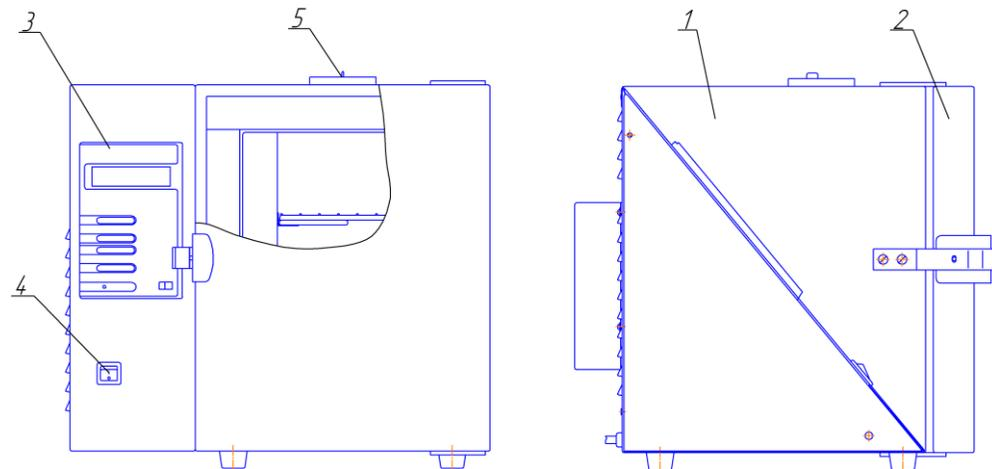
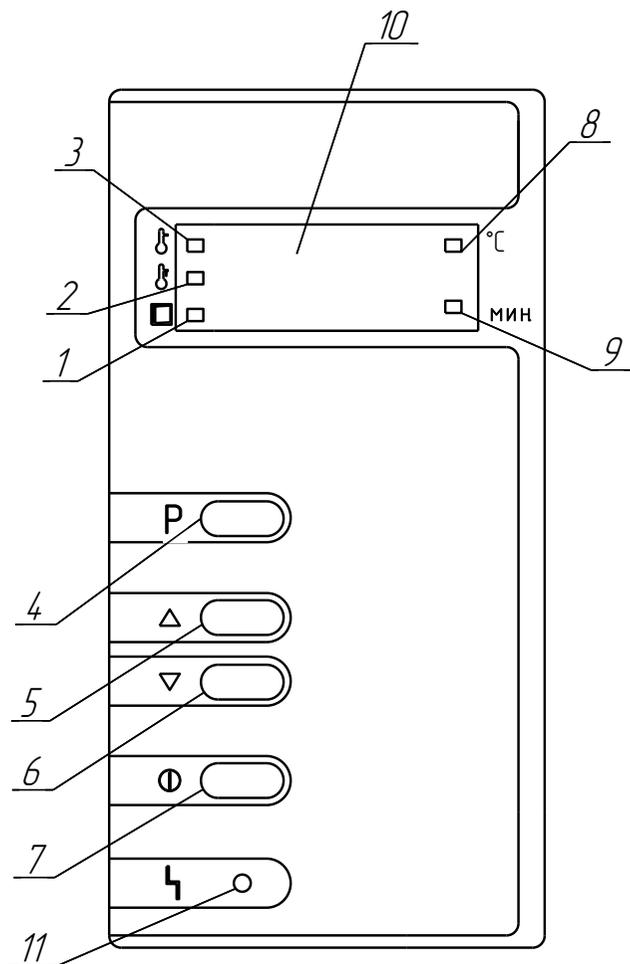

Рисунок 1 – Стерилизаторы ГП МО. Общий вид
Рисунок 2 – Расположение органов управления стерилизатором на блоке управления
При достижении заданной температуры стерилизатор переходит в фазу «СТЕРИЛИЗАЦИЯ». Включается светодиодный индикатор "СТЕРИЛИЗАЦИЯ" (поз. 3, рис. 2), информационное табло попеременно индицирует время выдержки и текущую температуру в камере. Происходит выдержка при заданной температуре, по истечении которой стерилизатор переходит в фазу «ОХЛАЖДЕНИЕ».
В фазе «ОХЛАЖДЕНИЕ» индикатор продолжает показывать изменение температуры в камере и горит индикатор "ОХЛАЖДЕНИЕ" (поз. 2, рис. 2). Температура в камере падает. При понижении температуры до 75 °С гаснет индикатор "ОХЛАЖДЕНИЕ", загорается индикатор "ВЫГРУЗКА" (поз. 1, рис. 2) и звучит прерывистый звуковой сигнал, который выключается через 1 минуту.
2.3.1 Установить выключатель (поз. 4, рис. 1) в положение " I ". На блоке управления загорится индикатор (поз. 8, рис. 2), информационное табло (поз.10, рис. 2) показывает текущую температуру в стерилизационной камере.
" ① " (поз. 7, рис. 2) и удерживать в течение 3 секунд.
2.3.4 Стерилизатор запоминает в энергонезависимой памяти номер последней программы, запущенной на исполнение. Для ее повторного запуска можно сразу нажать на кнопку " ① " (поз. 7, рис. 2), не производя перебор программ.
2.3.10 По окончании работы установить сетевой выключатель в положение "O" (поз. 4, рис. 1).